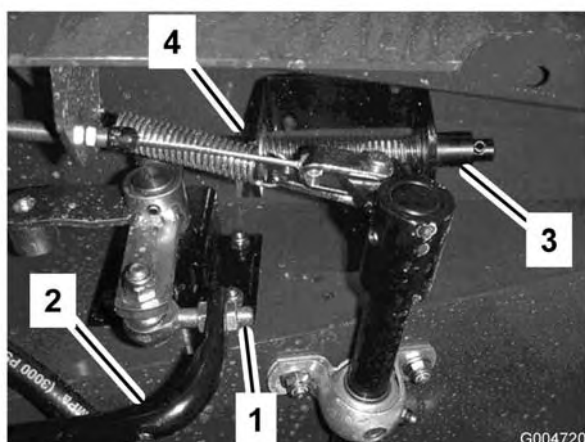

Figura 68
3. Desaperte as porcas de retenção na extremidade da barra e ajuste o comprimento da barra de tracção (Figura 68) de modo a que o pedal fique em contacto com o batente do pedal quando a alavanca da bomba atingir o final do curso. Fixe as porcas de retenção.
3. Encha o reservatório (Figura 68) com aproximadamente 30 l de fluido hidráulico. Consulte o ponto Verificação do fluido hidráulico.